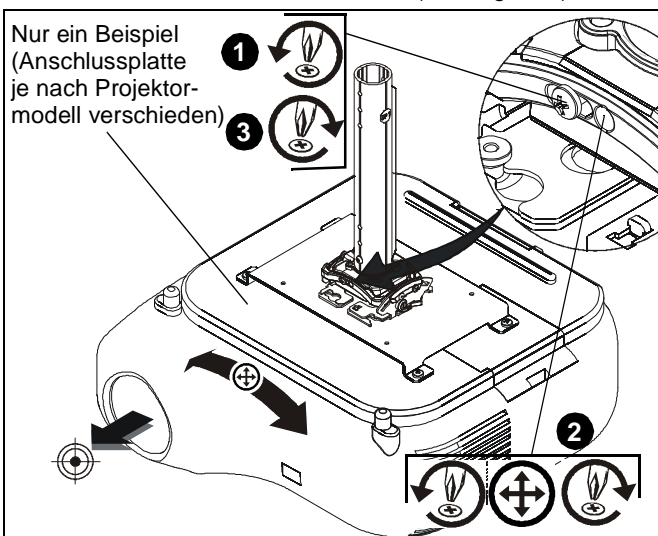

Abb. 8
1. Lösen Sie die Feststellschraube für die Einstellung des QUERNEIGUNGSWINKELS mit einem Nr. 2-Kreuzschlitzschraubendreher. (See Figure 8)
2. Drehen Sie die Mikro-Justierschraube des QUERNEIGUNGSWINKELS mit einem Nr. 2-Kreuzschlitzschraubendreher nach rechts oder links, bis das Bild auf dem Ziel korrekt ausgerichtet ist. (See Figure 8)
3. Ziehen Sie die Feststellschraube für die Einstellung des QUERNEIGUNGSWINKELS mit einem Nr. 2-Kreuzschlitzschraubendreher fest. (See Figure 8)